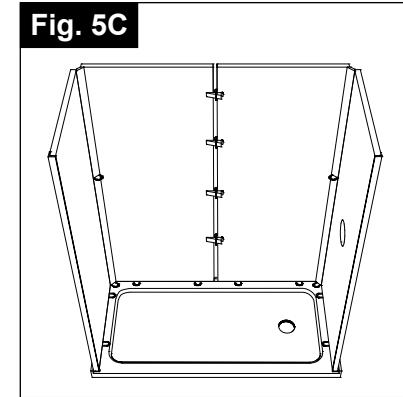

Fig. 5C
**H** Repita los Pasos 5 A-G para otra esquina interior y dos molduras de porcelana de esquina interior. Una vez instaladas las cuatro molduras de porcelana de las esquinas interiores, su ducha debe verse como se muestra en la Fig. 5C.